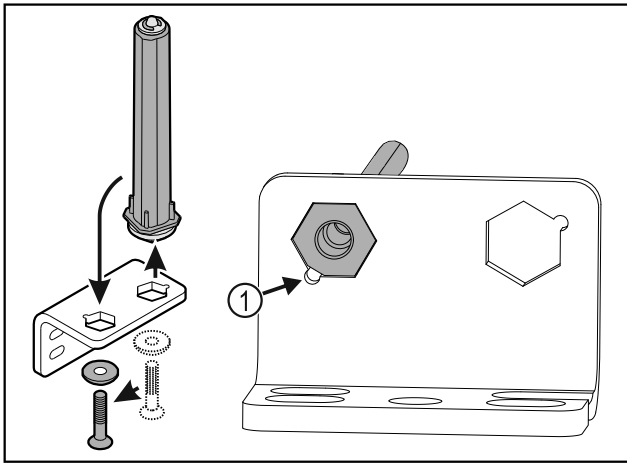

Fig. 29
- ▶ Звертати увагу на те, щоб при вставці нахил пальця Fig. 29 (1) показував на круглий отвір.